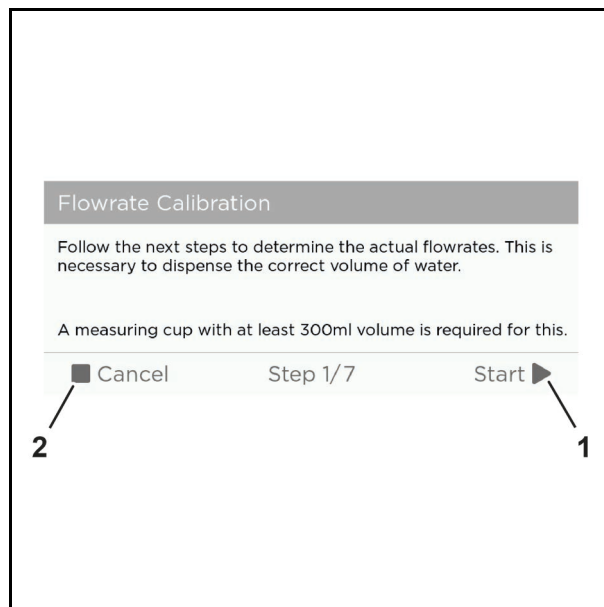

Abb. 57 Beispielgrafik
1. Tippen Sie auf die Schaltfläche "Start" (Abb. 57/1), um mit der Kalibrierung zu beginnen oder "Cancel" (Abb. 57/2), um die Kalibrierung abzu- brechen.